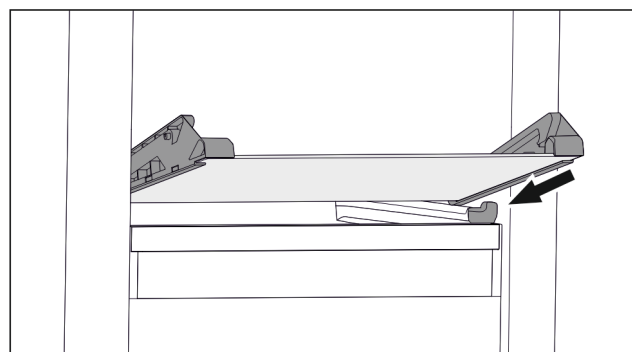

Fig. 41 可倾斜抽屉的玻璃隔板
- ▶ 将玻璃隔板斜放在止动器后面。(参见 Fig. 41)